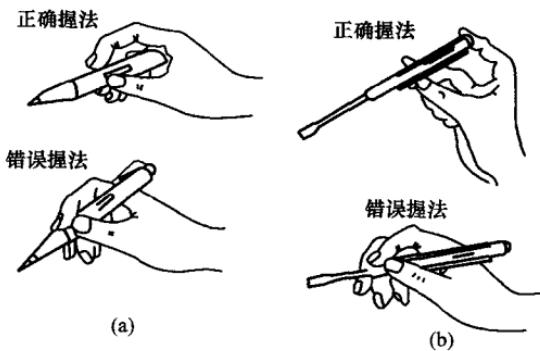

图1-2 低压验电器的握法
- (1) 测试前验电器应先在确认的带电电源上试验，以证明验电器是否良好。以防因氖泡损坏而得出错误的判断。
- (2) 使用低压验电器时，必须正确握持低压验电器，如图1-2所示方法，并使氖管小窗朝向自己。